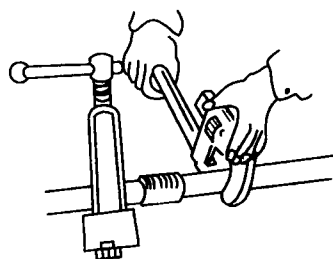

图1-12 管子钳的使用
(1) 如图1-12所示，使用时，调节钳口大小，使钳口上的梯形齿咬牢管子，然后向钳柄施力，转动管子，进行管子的安装或拆卸。
(2) 操作时，应将右手掌张开，用掌部接触钳柄部分用力，同时，以左手轻压活动钳口的上部，以防钳口滑脱伤及手指。不得用增加套力杆的方法安装或拆卸，以免螺纹连接部位被胀裂。不得将管子钳做撬杠或锤子使用。严禁用管子钳拧紧六角螺栓等带棱工件。